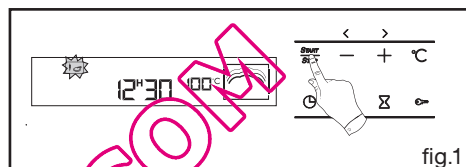
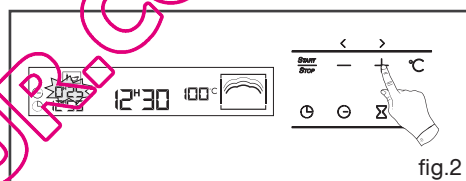

fig.1
fig.2
• **Schaal etenswaren (fig.1)**
• **Condensschotel (fig.2)**
Voor het bakken, plaats de schotel fig.1 op de schotel fig.2 in de andere richting, zodat ze niet in elkaar passen (zie schema hiernaast).
Voor het opbergen, plaats de schotel fig.1 op de schotel fig.2 in dezelfde richting, zodat ze in elkaar passen.
Het display knippert op 12:00 (fig.1).
Stel de tijd in met de toetsen + of - (houd de toetsen ingedrukt als u de cijfers sneller wilt laten gaan) (fig.2).
Druk enkele seconden op de toets ⊖ tot de display begint te knipperen (fig.1), daarna loslaten.
Pas de instelling van de tijd aan met de toetsen + en - (fig.2).
functie te selecteren  (fig.1).
- 0:25 knippert (fig.2).
Bij problemen verbonden met het watercircuit tijdens het bakken, knippert het symbool  en is een pieptoon hoorbaar (fig.1).
- Drukt u op de toets "Einde bakduur" , de eindtijd van de bakcyclus verschijnt op het display en knippert, alsmede het symbool. U kunt de eindtijd nu instellen. Bijvoorbeeld : Het is 12u30 (fig.1).
- Bijvoorbeeld : Einde kooktijd 14u00 (fig.2).
- Druk op de toets  (fig.1).
- Stel de gewenste tijd in door op de toetsen + of - te drukken (fig.2) (max. 59 minuten 50 seconden).
- Gelijktijdig op de + / - toetsen drukken gedurende 5 seconden (fig.1).
- Uw display geeft "Lcd off" weer (fig.2).
- Uw display geeft "Lcd on" weer (fig.2).